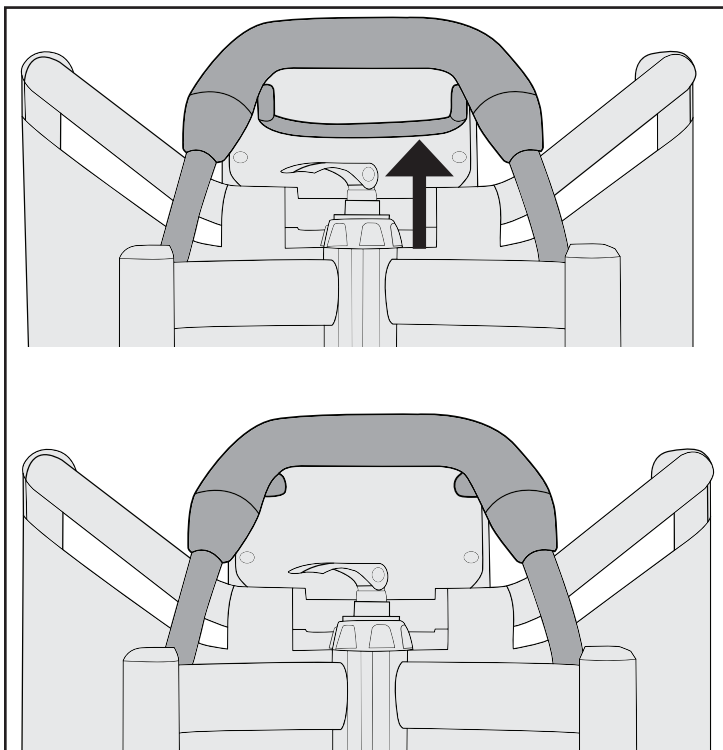

Figure 19
2. Squeeze the release handle, engaging the lever on the underside of the handle. (Figure 19)
2. Pressez la poignée de blocage pour enclencher le levier situé sous la poignée. (Figure 19)
2. Drücken Sie den Entriegelungsgriff zusammen und betätigen Sie dabei den Hebel an der Unterseite des Griffs. (Abbildung 19)